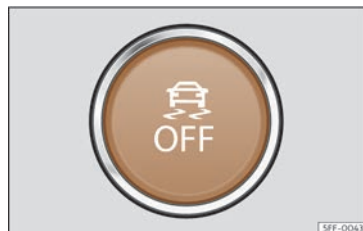

Fig. 189 A la part inferior de la consola central: botó per connectar/desconnectar l'ESC
- L'ESC en mode "Sport" es pot desconnectar i connectar mitjançant una pulsació curta al botó  de la consola central» **fig. 189**.
- L'ESC es pot desconnectar mitjançant una pulsació llarga al botó  de la consola central >>> **fig. 189** i es pot tornar a connectar mitjançant una pulsació curta.